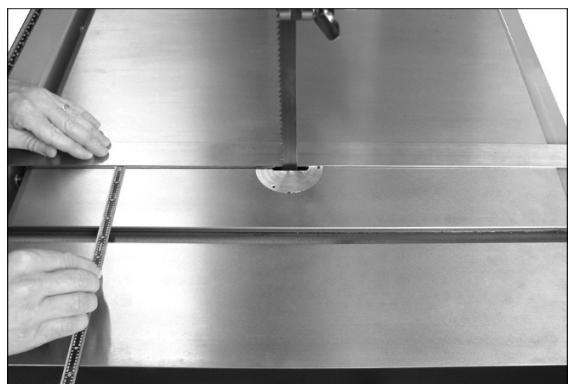

Рис. 13: установка стола параллельно ленточному полотну
См. Рис. 13 и 14.
3. Положите длинную поверочную линейку вровень с пильным полотном. Убедитесь, что линейка соприкасается с полотном с обеих сторон. (Не отклоняйте полотно, нажимая на него. См. Рис. 13.)